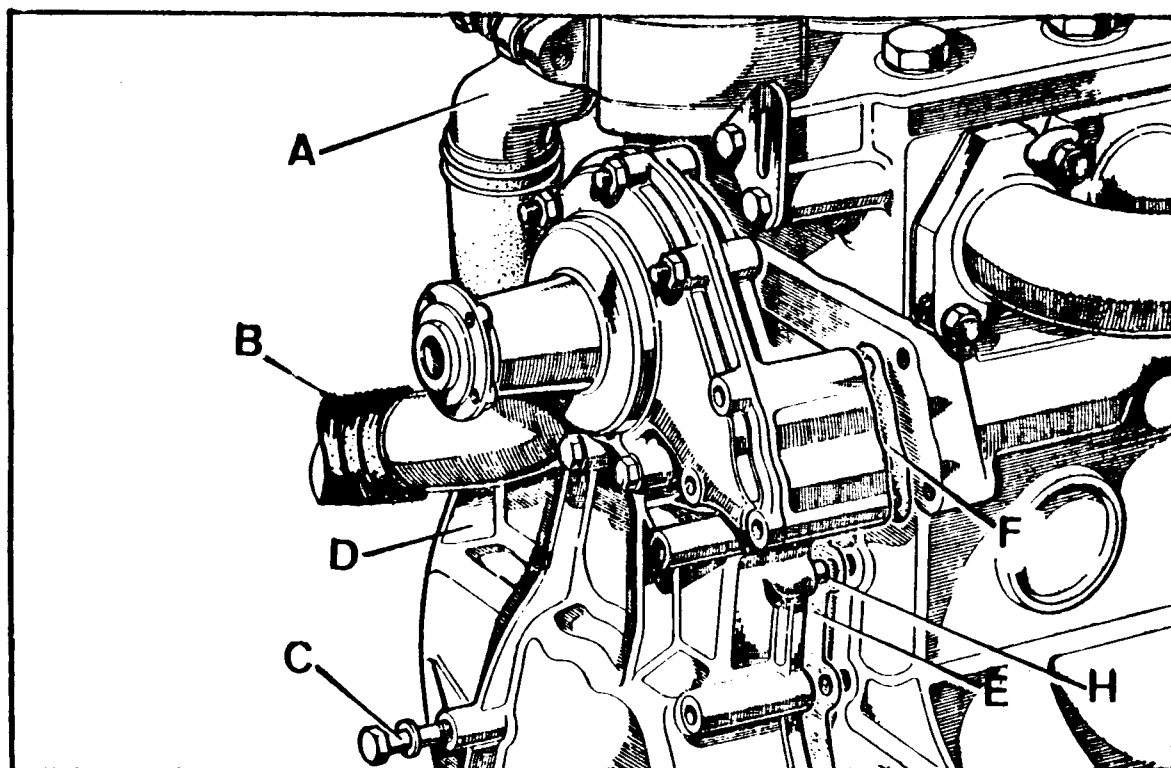

Fig. A1-81
- 1.5. Desmontar la tubería de derivación, A (Fig. A1-81) y el manguito, B, de comunicación con la parte inferior del radiador.
- 1.6. Desmontar los tornillos, C (Fig. A1-81) que fijan la tapa de la distribución, D.
- 1.7. Desmontar los tres tornillos que por la parte inferior, fijan el cárter de aceite a la tapa y extraer dicha tapa, D (Fig. A1-81) así como las juntas, E y F.
- 2.3. Cubrir con grasa ambos costados de las juntas, E y F (Fig. A1-81) las cuales deberán ser nuevas y colocar dichas juntas en su posición sobre la tapa.
- 2.4. La posición de la tapa sobre el bloque, queda determinada por las espigas, H (Fig. A1-81). Fijar dicha tapa con sus tornillos, C.